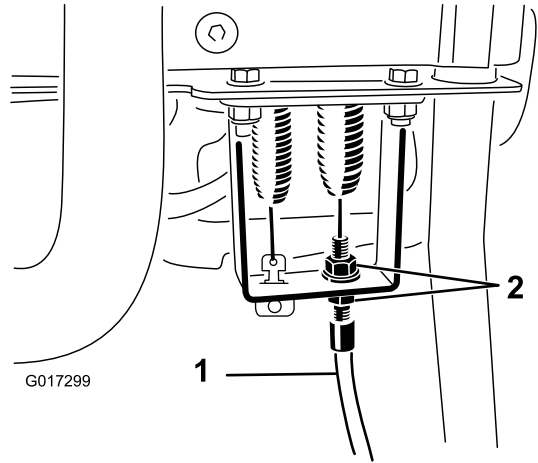

图50
4. 在控制手柄隔板上，放松滚刀控制装置拉线，直至拉线松弛（图50）。